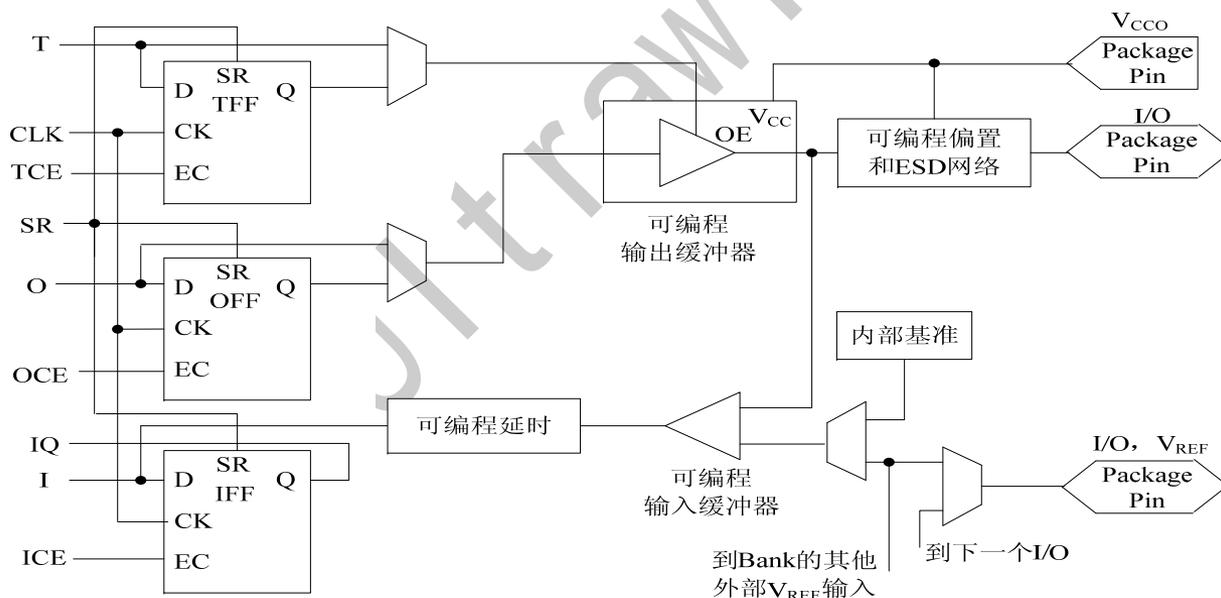

图5 典型的IOB内部结构示意图
- 可编程输入/输出单元简称I/O单元，是芯片与外界电路的接口部分，完成不同电气特性下对输入/输出信号的驱动与匹配要求，其示意结构如图5所示。